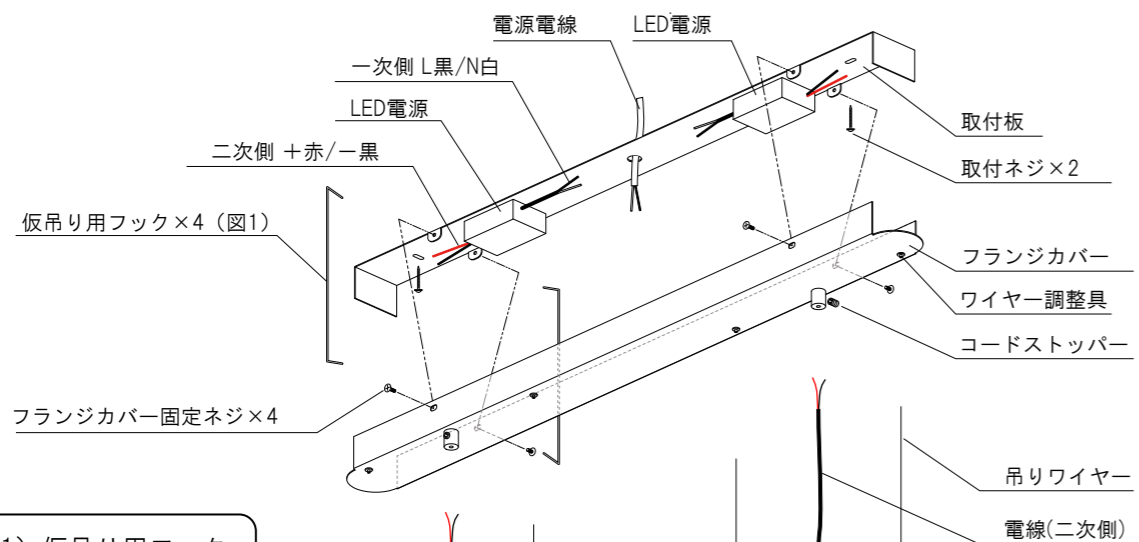

図1) 仮吊り用フック
- ①電源電線を取付板の電源用穴より通してください。
- ②取付ネジで、取付板を下地のある天井材にしっかり固定します。
- ③電源電線とLED電源の一次側(L黒/N白)を接続します。
- ④フランジカバーに吊りワイヤーと電線(二次側)を通します。吊りワイヤーの長さ調整はワイヤー調整具にて行います。
- ⑤同梱の仮吊り用フックを取付板にひっかけ (図1) 器具の全長を調整済みのフランジカバーを仮吊りしてください。
- ⑥器具の電線(二次側)のプラス(赤)とマイナス(-)を、それぞれLED電源のプラス(赤)とマイナス(-)とに接続します。